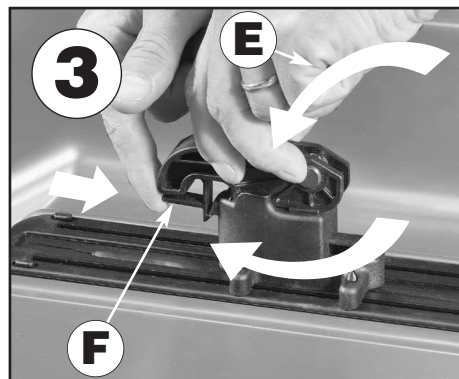

fig. 3)
- Resserrer le levier dans le sens horaire pour serrer le crochet et appuyer dessus pour verrouiller le système (fig. 3/E).
- Bloquer la sécurité (fig. 3/F).